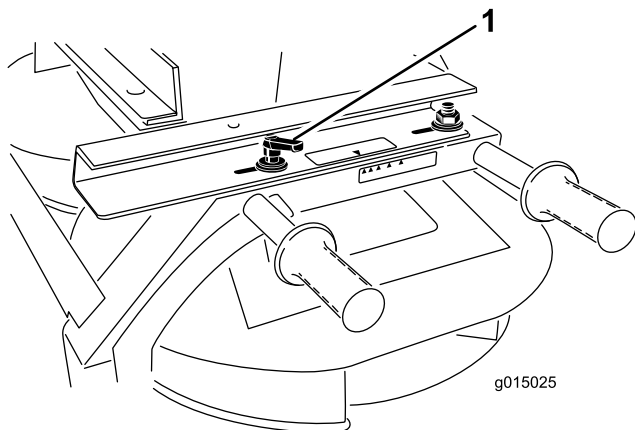

Figura 43
1. Afloje la palanca situada en cada lado del doble rotor (Figura 43).